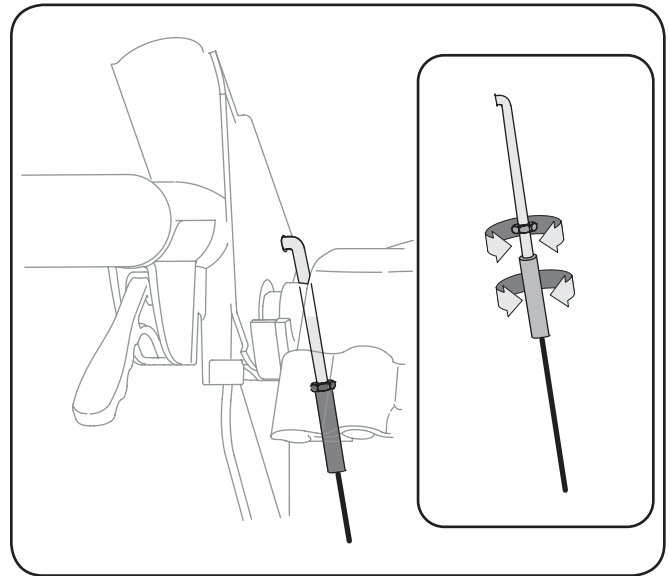

Figura 3-13
8. Hilo de la virola sin convertir el cable a la "Z" montaje hasta que no haya holgura en el cable. Vea la Figura 3-13. No en exceso el cable. Mantenga los pisos en la virola con unos alicates y apriete la tuerca contra el atasco de la virola.